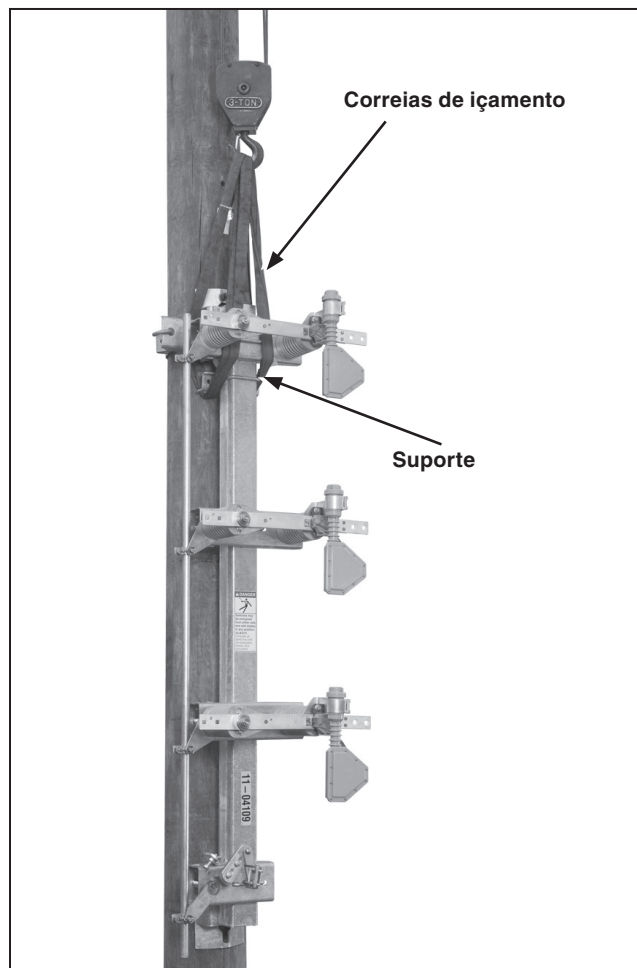

Figura 8. Içamento da chave na configuração fase sobre fase.
- (c) Ice a chave como mostrado na Figura 8 até o ponto de início do esticamento das correias.